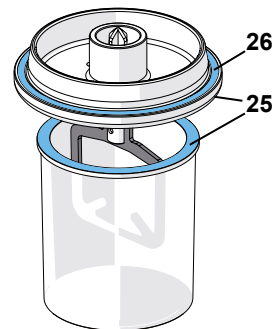

рис. 10
- ⇒ Обратить внимание на чистый край стакана и крышки (25, рис. 10)!
- ⇒ Подсоединить стакан к прибору (14).